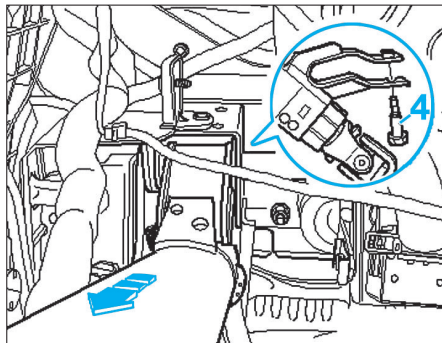

Fig. 8
- la vis de fixation (4) de la colonne de direction (Fig.8).